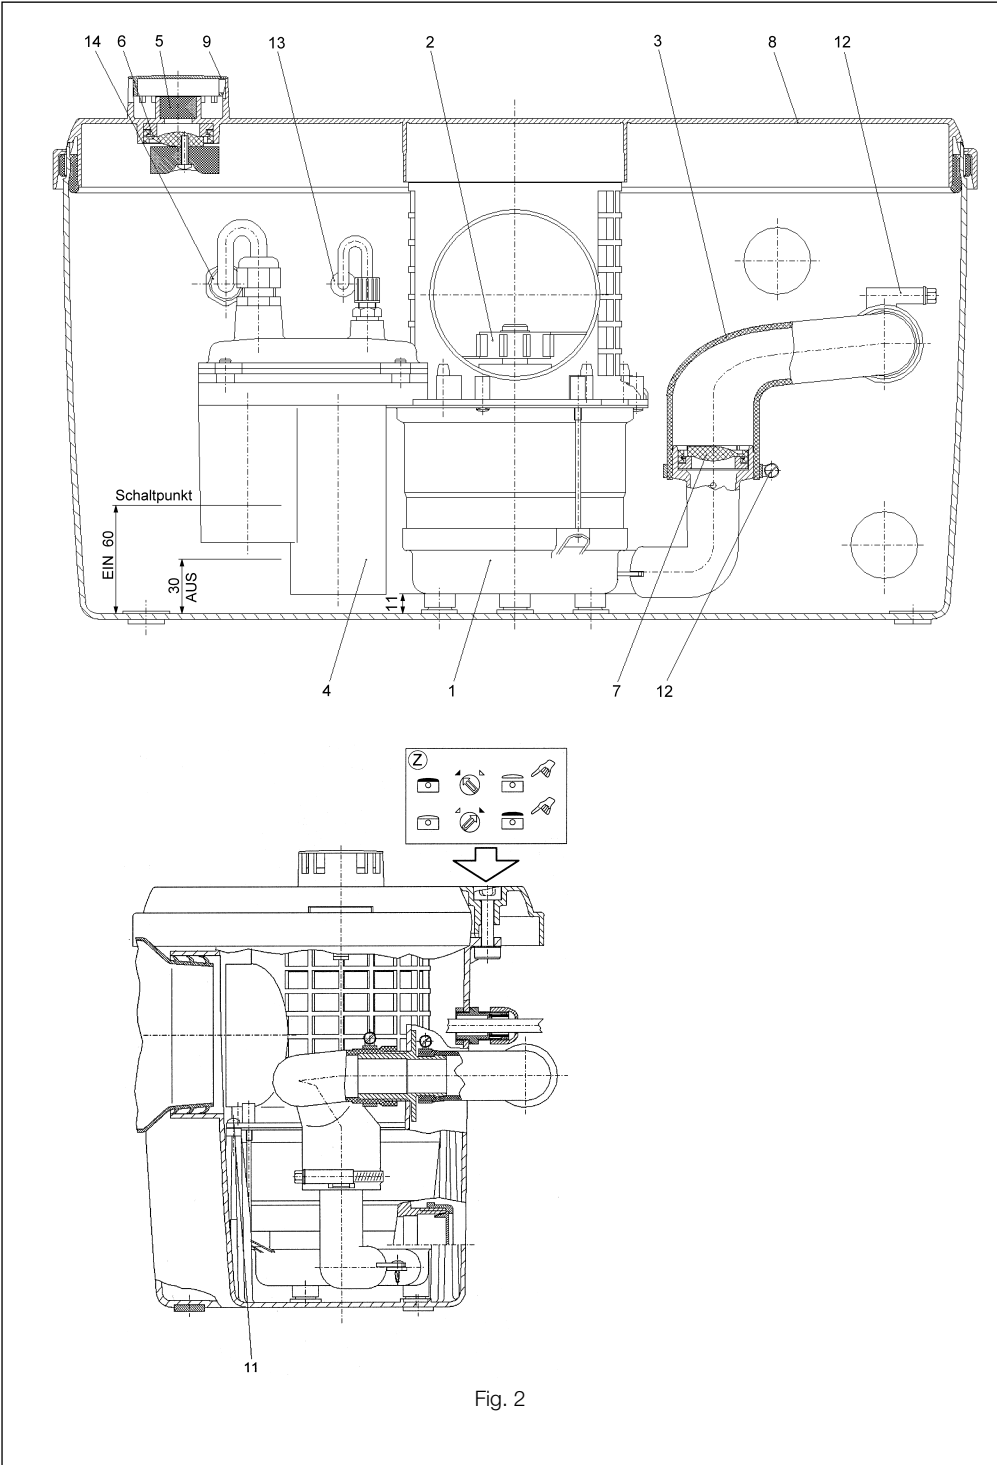

Fig. 2
Pompa, przeznaczona do wbudowania w zbiorniku (rys. 2, poz. 1) posiada urządzenie tnące (rys. 2, poz. 2), które znajduje się w górnej części a więc jest łatwo dostępne. Gęsta masa zostanie pocięta tak, aby umożliwić przemieszczenie przez pompę i orurowanie ciśnieniowe (rys. 2, poz. 3).
Wbudowany przełącznik dodatkowy (rys. 2, poz. 4) wyłączy pompę, zależnie od poziomu. Dzięki filtrowi z aktywnego węgla nawietrzanie i odwietrzanie odbywają się bezpośrednio w miejscu instalacji lub w oddzielnie zainstalowanej i podłączonej rurze napowietrzającej np. na dachu. W przypadku awarii pompy powodującej wzrost poziomu cieczy, dodatkowa kłapa syfonu kanalizacyjnego zapobieże przelaniu się zbiornika nad filtrem z aktywnym węglem. Podłączenie spustowe również zawiera kłapę syfonu kanalizacyjnego (rys. 2, poz. 7).
- Odsuń pokrywkę (rys. 2, poz. 8) za pomocą pokrętaka przesuwającego (rys. 2, poz. Z), wciskając 3 haczyki sprężynowe (z boku i z przodu).